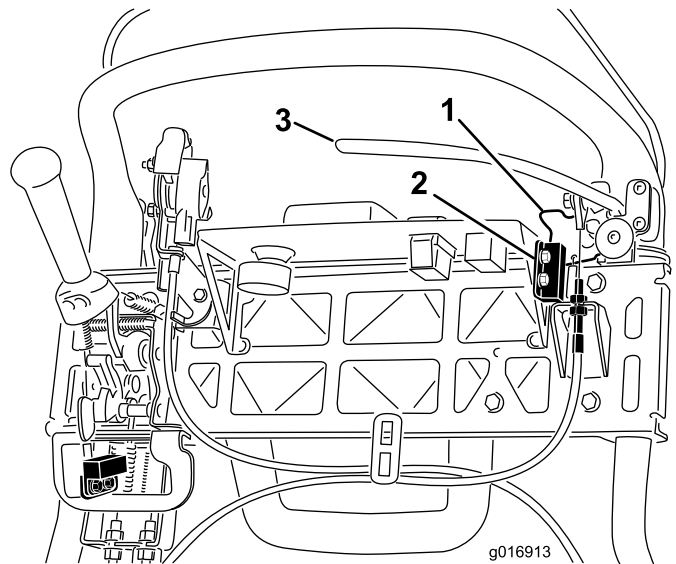

Figura 39
4. Afloje las fijaciones de montaje del interruptor de seguridad (Figura 39).
5. Coloque un suplemento de 1,6 mm de grosor entre el seguro del freno de estacionamiento y el interruptor de seguridad (Figura 39).